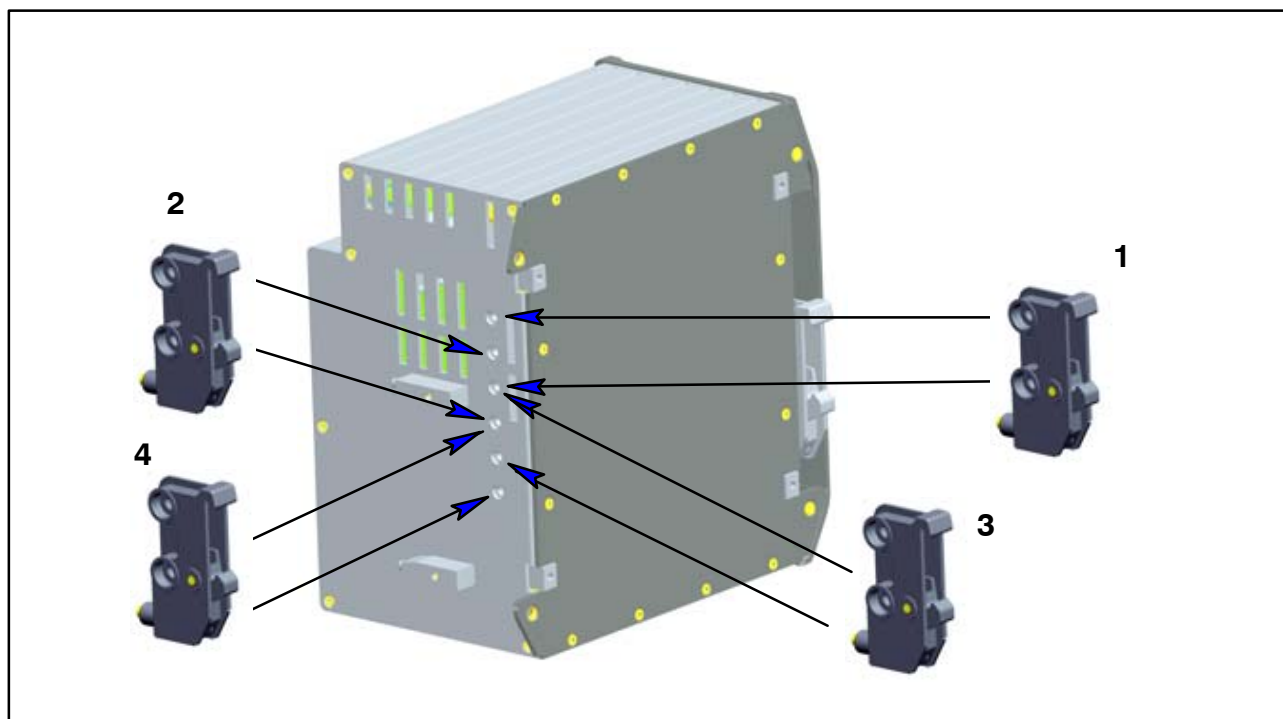

Fig. 6.2 : Les quatre positions possibles de la fixation du profilé support
- Visser la fixation du profilé support **(3)** (à env. 5 Nm). Il y a quatre positions possibles au choix (deux positions pour le profilé support de 7,5 mm), voir Fig. 6.2.
- Revisser les parois latérales (2).
- Accrocher l'appareil PMX dans le rail DIN (4).